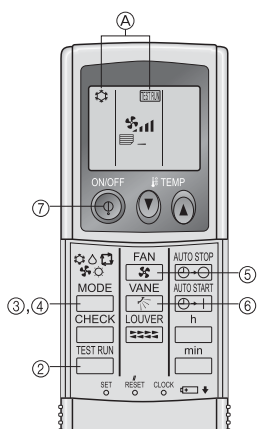

Fig. 7-7
7.2.2. Με ασύρματο τηλεχειριστήριο (Fig. 7-7)
- ① Τροφοδοτήστε με ρεύμα τη μονάδα τουλάχιστον 12 ώρες πριν τη δοκιμαστική λειτουργία.
- ② Πιέστε το κουμπί [TEST RUN] (ΕΛΕΓΧΟΣ) δύο φορές συνεχόμενα.